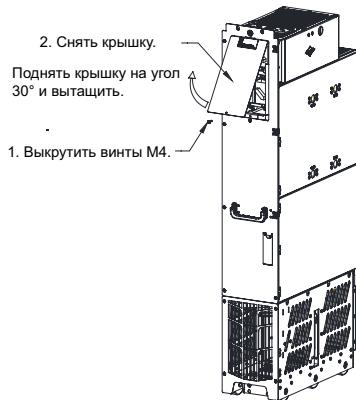

Рис. 6-6 Снятие крышки
- ① Выкрутить винт M4 на крышке и снять крышку, как показано на рис. 6-6;
- ② Ослабить болты M10 вверху и внизу предохранителя гаечным ключом и извлечь предохранитель.
- ③ Выкрутить болты M10.